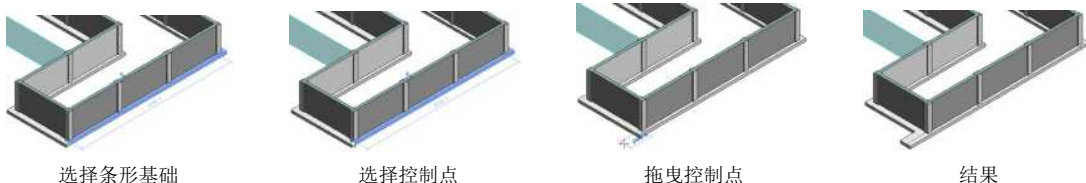

图 10-9 调整长度
(2) 拖曳条形基础的端点控制点，调整条形基础的长度，如图 10-9 所示。